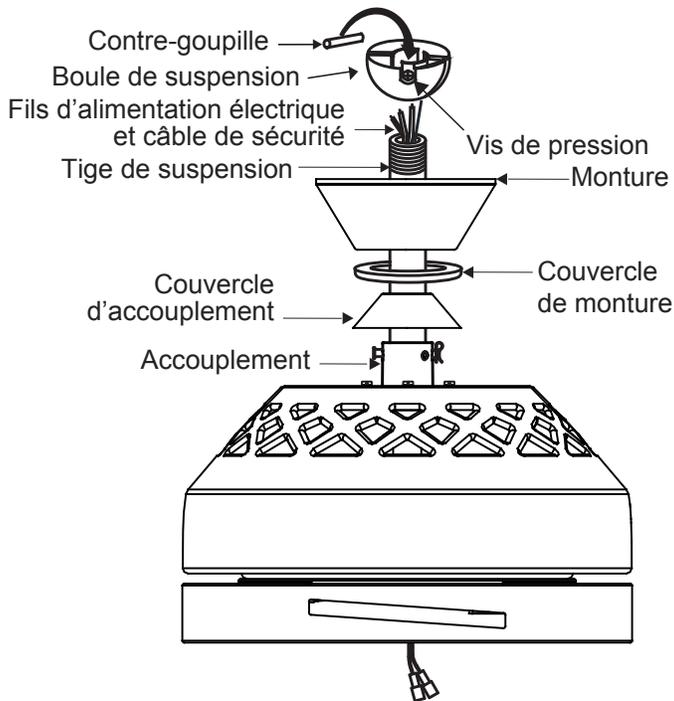

Fig. 9
**Étape 8.** Faites glisser le couvercle de l'accouplement, le couvercle de montage et la monture sur la tige de suspension. (Fig. 9)
Vissez la boule de suspension sur la tige de suspension, insérez la contre-goupille dans la tige de suspension et serrez. Serrez maintenant la vis de pression. (Fig. 9)